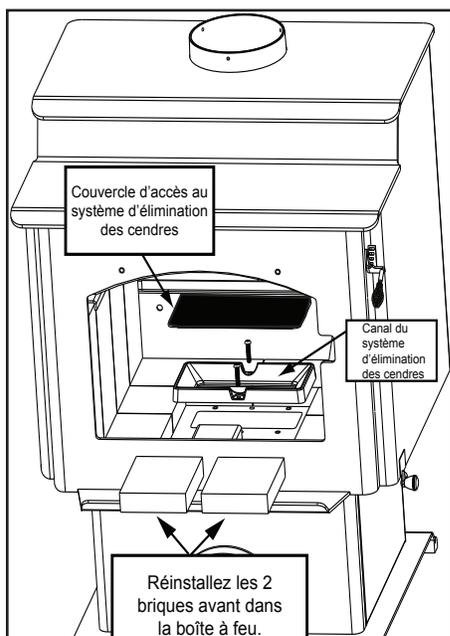

Figure 22.2
1. Remettez en place les briques retirées de l'avant à l'étape 1 de Commencez l'installation du système ARS de la page 18 (**Figure 22.2 à la page 22**).
3. Installez le couvercle d'accès à l'ARS à l'intérieur de la rainure située à l'intérieur de la boîte à feu (**Figure 22.2 à la page 22**).